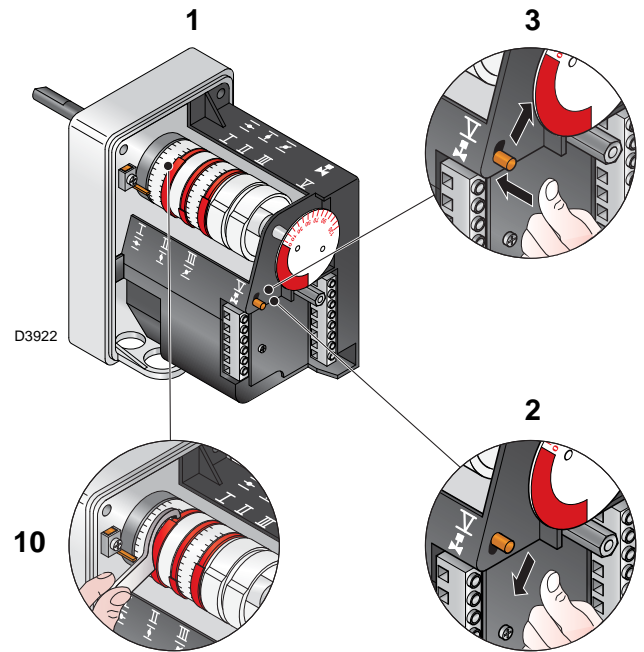

图 32
- 对凸轮 III 所进行的任何必要调整, 尤其是微调, 需通过一个磁铁使用位于伺服马达下方的专用调节键 10) ( 图 32 )。
图例 ( 图 32 )